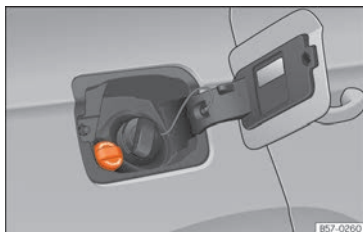

Fig. 277 Tapón de la boca de llenado del depósito de AdBlue.
- Abra la tapa del depósito »» **fig. 277**.
- Gire el tapón de cierre de la boca de llenado de SCR hacia la izquierda »» fig. 277.